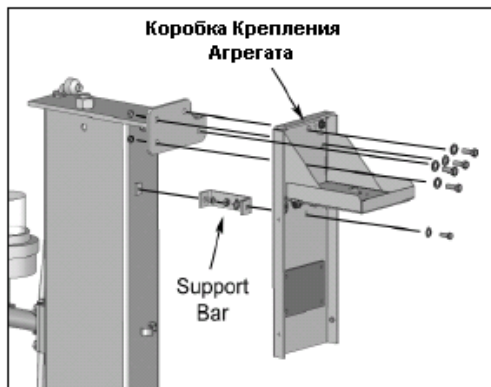

Рис.18.1
1. С помощью четырех болтов M10x1.5x30 с Гайками и Шайбами установить Коробку, на которой крепится Агрегат. А также подсоединить Support Bar болтом M6x1x12 с Гайкой и Шайбой. ( См. Рис. 18.1 )